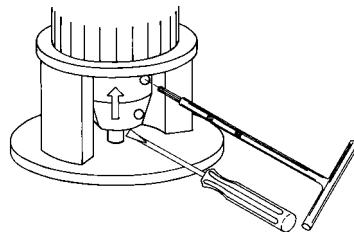

Fig. 16 Åtdragning av skruvar
6. Dra åt insexskruvarna parvis (samma sida), fig. 16, med nedan angivna moment.